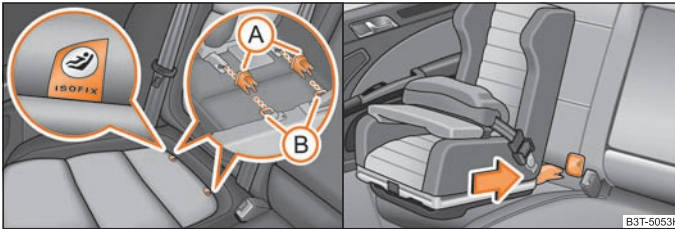

Fig. 172 Inelele de prindere (sistem ISOFIX) / scaunul pentru copii ISOFIX se montează în dispozitivele de prindere existente
Între spătarul și suprafața de șezut a scaunului pasagerului din dreapta și ale locurilor laterale din spate, se găseșc două inele de ancorare pentru fixarea scaunului pentru copii cu sistem „ISOFIX”. Pe scaunele pe care inelele de fixare nu sunt vizibile, pozițiile inelelor sunt marcate cu plăcuțe cu inscripția „ISOFIX” ⇒ fig. 172 - stânga.
- Elementul de prindere **A** ⇒ fig. 172 se introduce în inelele **B** existente la baza îmbinării spătarului scaunului cu perna.
- Împingeți brațele de fixare ale scaunului în ancoraje, până când se aude zgomotul specific de blocare ⇒ fig. 172 - dreapta.